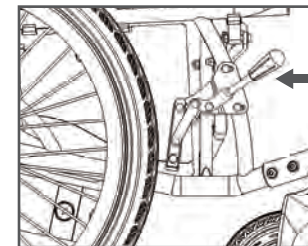

Abbildung 18
- Wenn Sie auf einer Steigung anhalten, wenn die elektromagnetische Bremse ausfällt, sich der Motor in der Position „Manuell“ befindet, oder andere besondere Umstände vorliegen, können Sie die Handbremse in die in Abbildung 18 dargestellte Richtung ziehen.